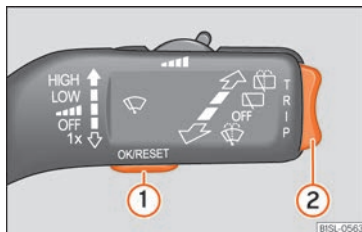

Fig. 62 Palanca de l'eixugavidres: tecles per utilitzar els menús del quadre d'instruments.
- Amb l'encesa connectada, i visualitzant la memòria 1 o 2, premeu breument la tecla **OK/RESET** »» fig. 62 ① per canviar d'una memòria a una altra
Mentre hi hagi un advertiment amb prioritat 1 »» pàg. 69, no es podrà accedir a cap menú. Alguns advertiments es poden confirmar i amagar amb la tecla »» fig. 62 ①.